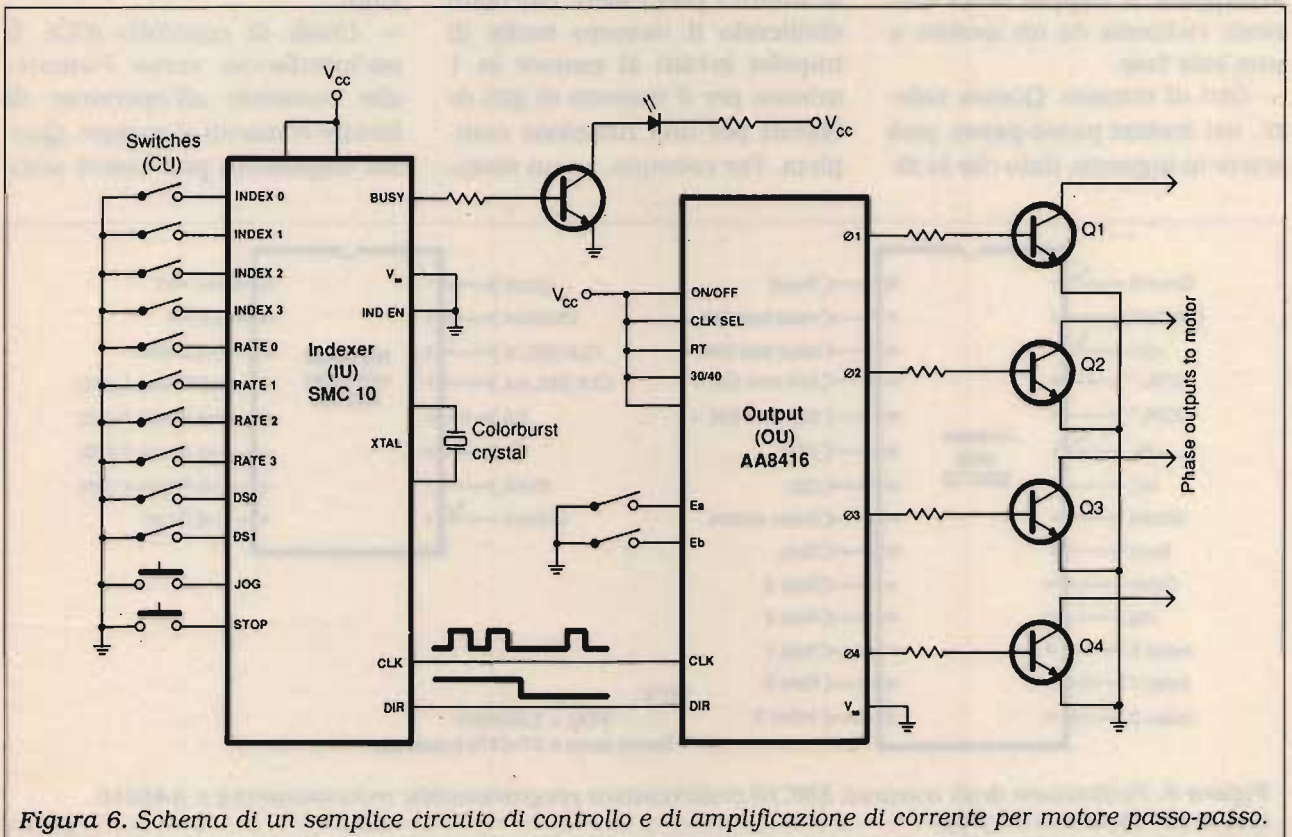

Figura 6. Schema di un semplice circuito di controllo e di amplificazione di corrente per motore passo-passo.
— **Unità di uscita (OU).** È la sezione che effettua il conteggio degli impulsi in entrata e della frequenza dei dati, attivando in risposta la combinazione di uscite appropriata per il pilotaggio del motore. Come illustrato in **figura 6**, vengono solitamente impiegati transistori di potenza amplificatori di corrente con uscita a collettore aperto per disaccoppiare l'unità di uscita dalle elevate correnti richieste dal motore.
L'unità di controllo in **figura 6** è formata da tutti i deviatori di controllo del sistema: INDEX 0 ÷ 3, RATE 0 ÷ 3, STOP, JOG,
L'unità di uscita (OU) di **figura 6** è costituita dall'integrato universale di controllo AA8416. Il funzionamento a passo intero o a mezzo passo è selezionato tramite i deviatori E_a e E_b. Questa sezione riceve gli impulsi di temporizzazione e le informazioni sulla direzione di rotazione dall'integrato SMC10 e converte questi dati in segnali che, attraverso le quattro uscite Phase 1 ÷ 4, vanno a pilotare una rete formata da quattro transistori amplificatori di corrente.